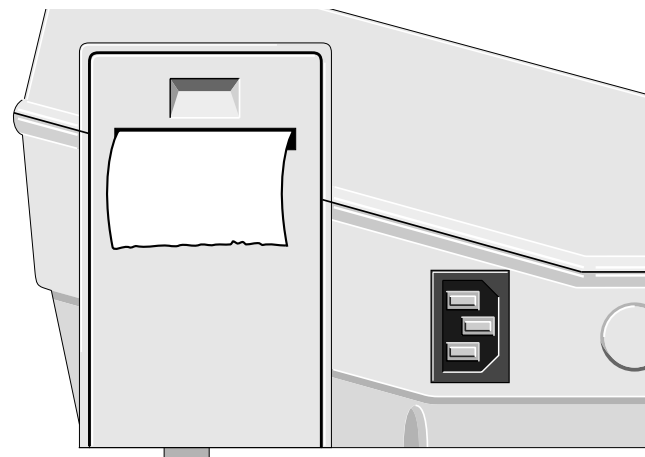

Bild 3-4. Registrierpapierauslauf am Recorder
- \* Kontrollieren Sie, ob Registrierpapier eingelegt ist (Bild 3-4). Die letzten 3 m der Rolle sind markiert.